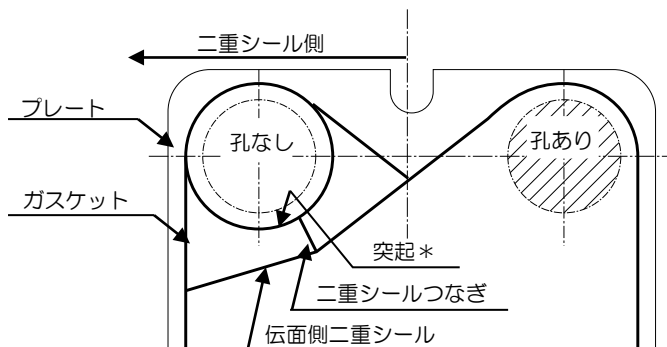
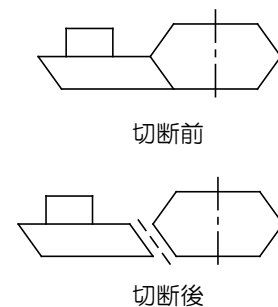

図6 各部の名称
図7 切断方法
1) プレートの四か所に設けられている液通路部の内、二重シール側が孔なしの場合は通路孔部にスリットがありませんので、ガスケットの突起（図6の*印）をはさみ等で図7のように斜めに切断してください。
- 2) 長期使用している間にガスケットの伝熱面側二重シール（図6参照）がプレート溝に合わなくなる場合があります。その場合は液通路部・孔なしの場合（3-5項参照）と同様に二重シールつなぎの上から粘着テープでプレートへ固定すれば再使用が可能です。